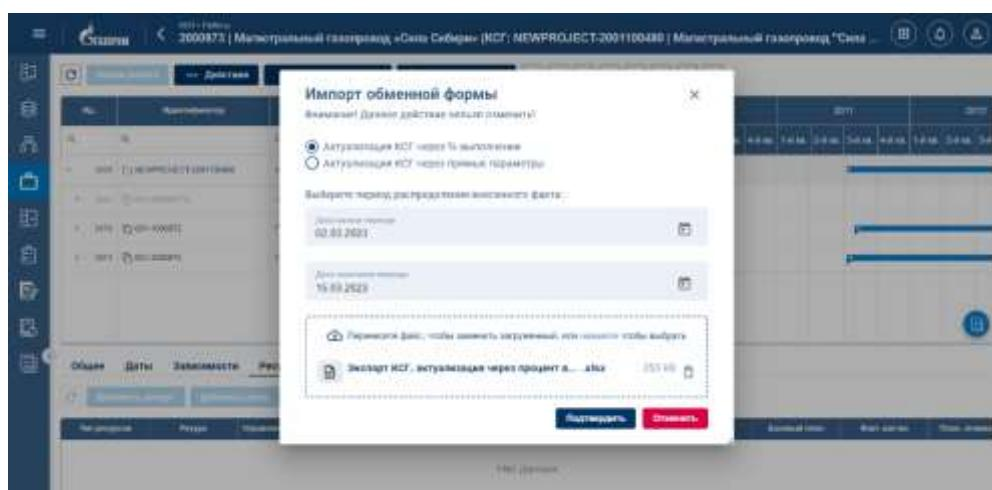

Рисунок 137– Импорт обменной формы, актуализация КСГ через % выполнения
6.2 Выбрать тип зарузки ОФ «Актуализация КСГ через % выполнения» и необходимый период (как правило, он совпадает с периодом экспорта ОФ). Загрузить или перетащить в окно заполненную ОФ (Рисунок 137).